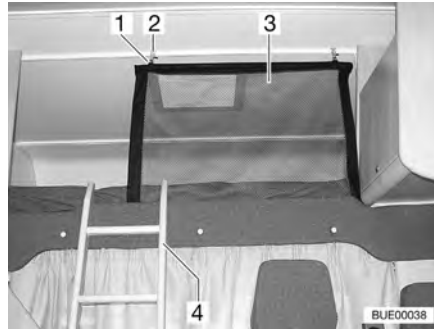
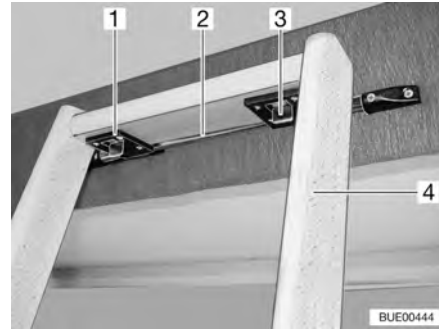

Fig. 79 Lit de capucine
Fig. 80 Echelle de montée, dispositif de verrouillage
Echelle de montée Toujours monter sur le lit de capucine avec l'échelle de montée (Fig. 79,4 et Fig. 80,4) de série.
- Accrocher l'échelle avec les deux crochets (Fig. 80,1) à la barre (Fig. 80,2) sur le bandeau du lit de capucine.
- Pousser les deux dispositifs de verrouillage (Fig. 80,3) vers l'avant.
Filet de sécurité Le filet de sécurité (Fig. 79,3) de série est rangé entre le matelas et le sommier à lattes. Ne tendre le filet de sécurité qu'une fois que les personnes se trouvent dans la capucine.
- Accrocher le support (Fig. 79,1) dans les œillets du plafond (Fig. 79,2).